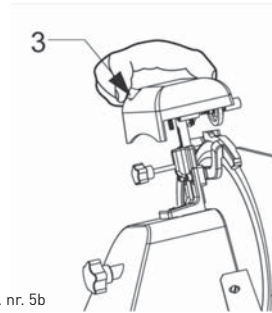

FIG. nr. 5b
- apăsați butonul mic (3, FIG. nr. 5b), lăsați lama să se frece de pietrele de ascuțit timp de 30/40 sec. pentru a obține o muchie bine ascuțită;